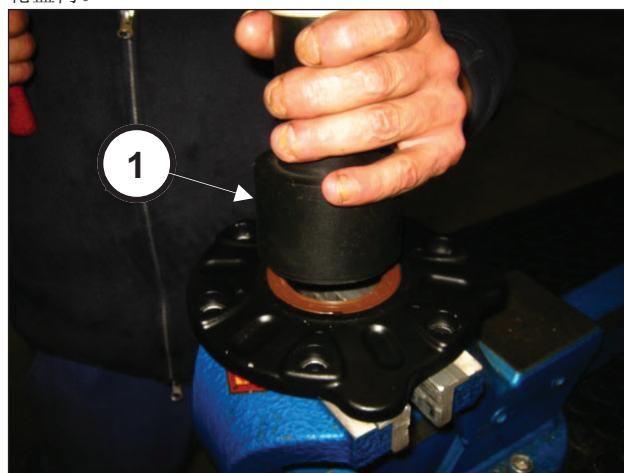

图 77
使用代号为27548200的工具 (位置①, 图 77) 将油封插入链轮盖内。